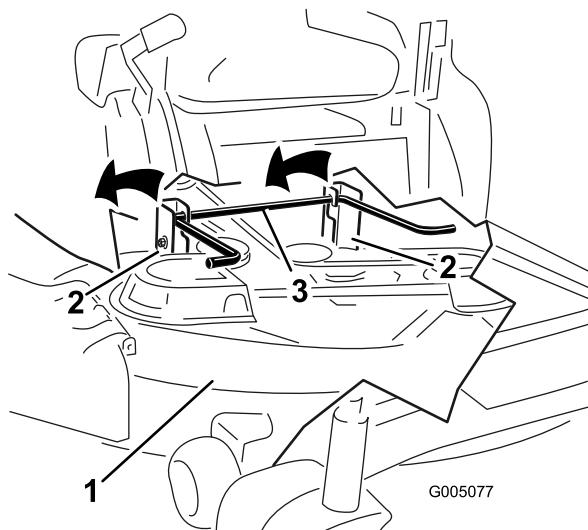

Figure 67
7. Soulevez et enlevez le plateau de coupe et les supports de la tige de levage arrière et abaissez la tondeuse au sol avec précaution (Figure 67).
5. Soulevez l'arrière du plateau de coupe et guidez les supports sur la tige de levage arrière (Figure 67).